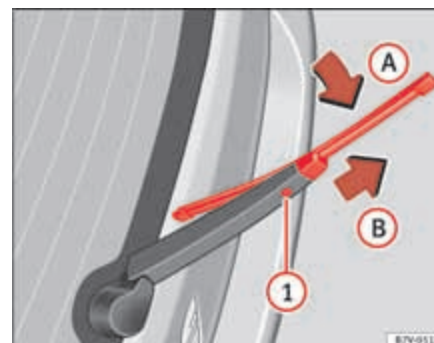

Fig. 166 Cambio de la escobilla de la luneta.
- Pliegue la escobilla por arriba hacia el brazo del limpiaparabrisas ⇒ **página 283, fig. 166 (flecha A)**.
- Mantenga presionada la tecla de desbloqueo ⇒ **página 283, fig. 166 ❶** y tire al mismo tiempo de la escobilla en el sentido que indica la flecha **B**. Es probable que tenga que emplear mucha fuerza.
- Inserte en el brazo limpiaparabrisas una escobilla nueva **de la misma longitud y tipo**, en sentido contrario a la flecha ⇒ **página 283, fig. 166 B** hasta que encastre. Para ello, la escobilla debe estar en posición recogida (flecha **A**).